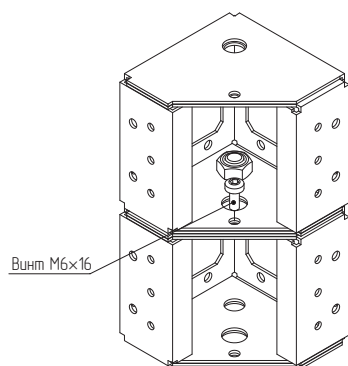

Рисунок 10
4.4.2 Зафиксировать углы цоколя от проворачивания с помощью винта М6×16 (рисунок 10). Момент затяжки – 7 Н·м.